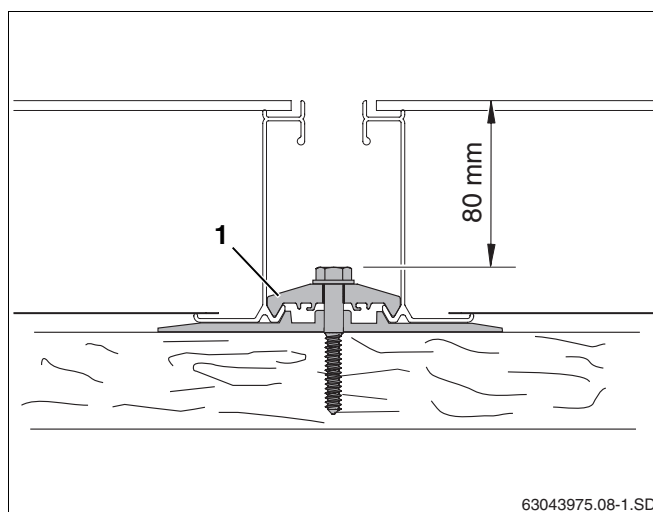

Рис. 29 Затягивание двухстороннего прижима
- Затянуть винт двухстороннего прижима (рис. 29, поз. 1). Для этого понадобится удлинитель, длиной минимум 80 мм.